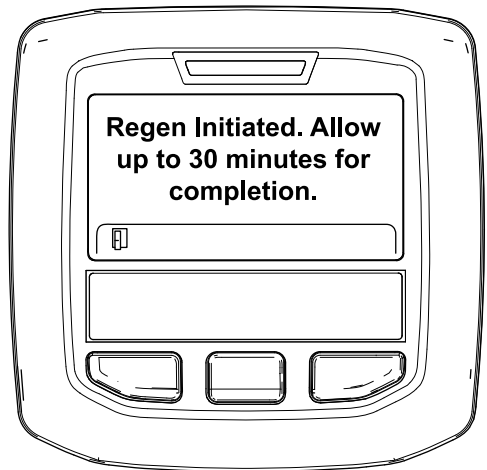

Figura 40
- Si la regeneración está permitida, en el InfoCenter se muestra el mensaje "Regeneración iniciada. Esperar 30 minutos para que se complete", espere a que la máquina complete el proceso de regeneración en estacionamiento (Figura 40).